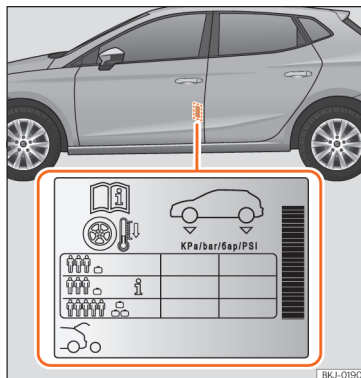

Abb. 276 Einbauort des Aufklebers für den Reifenfülldruck.
- Passen Sie bei größerer Zuladung den Reifendruck entsprechend an » » **Abb. 276**.
Die Angaben zum Reifendruck befinden sich auf einem Aufkleber an der B-Säule der Fahrertür » » **Abb. 276**.
Je nach Fahrzeug kann der Reifenfülldruck auf halbe Last eingestellt werden, um den Fahrkomfort zu verbessern (Reifendruck **i** » » **Abb. 276**). Beim Fahren mit Komfort-Reifendruck kann sich der Kraftstoffverbrauch leicht erhöhen.
Der Reifendruck muss der aktuellen Fahrzeugbelastung angepasst werden. Wenn das Fahrzeug voll beladen werden soll, muss der Reifenfülldruck entsprechend dem auf dem Reifenfülldruck-Aufkleber » » **Abb. 276** angegebenen maximalen Wert erhöht werden. »
»» **Abb. 276.**